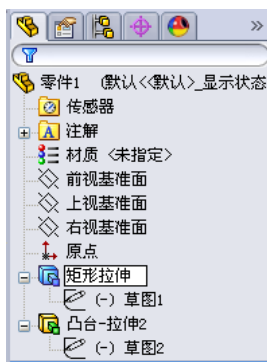

图 1-13 在 FeatureManager 设计树中更改项目名称
- 如要更改项目的名称，在名称上缓慢单击两次以选择该名称，然后输入新的名称即可，如图 1-13 所示。